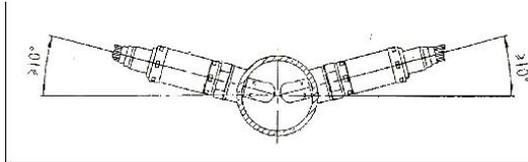

图3-16 氧传感器的安装方案
(2) 推荐的安装方案及要求
- 氧传感器应当安装成跟水平面的夹角大于等于10度(电子接插件朝上),这样能防止冷凝水在传感器外壳与传感器陶瓷之间的积聚见图3-16。